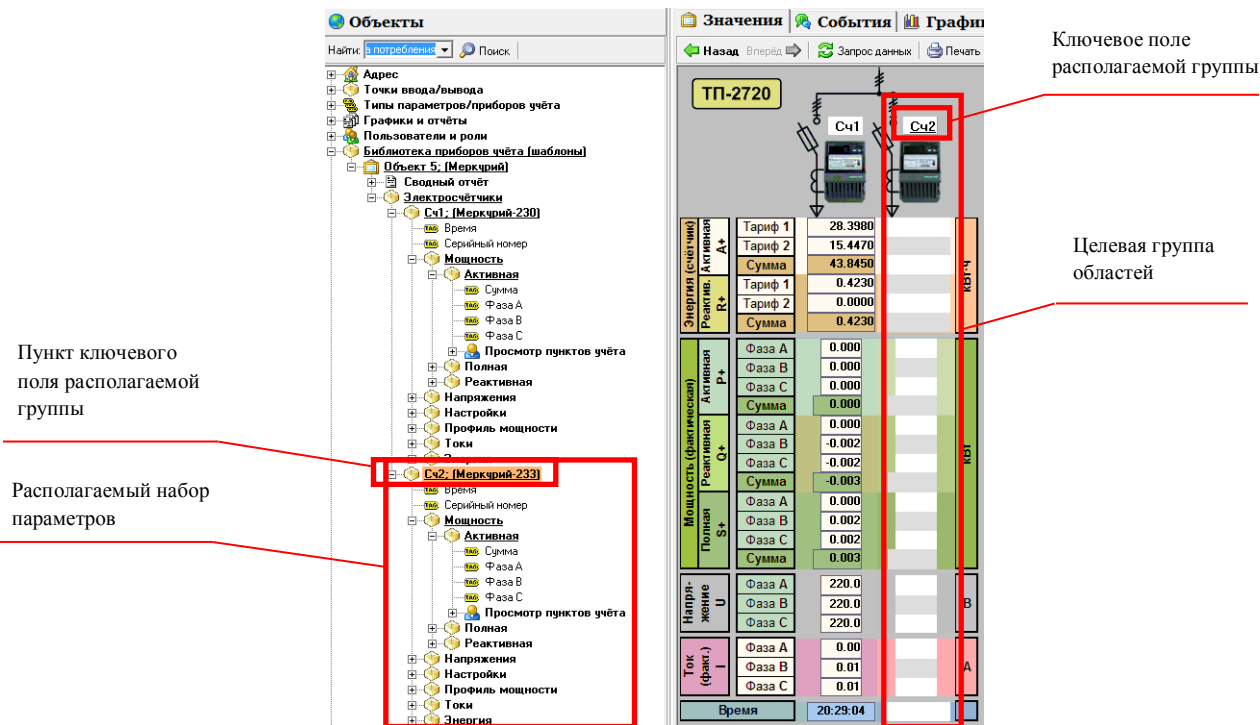
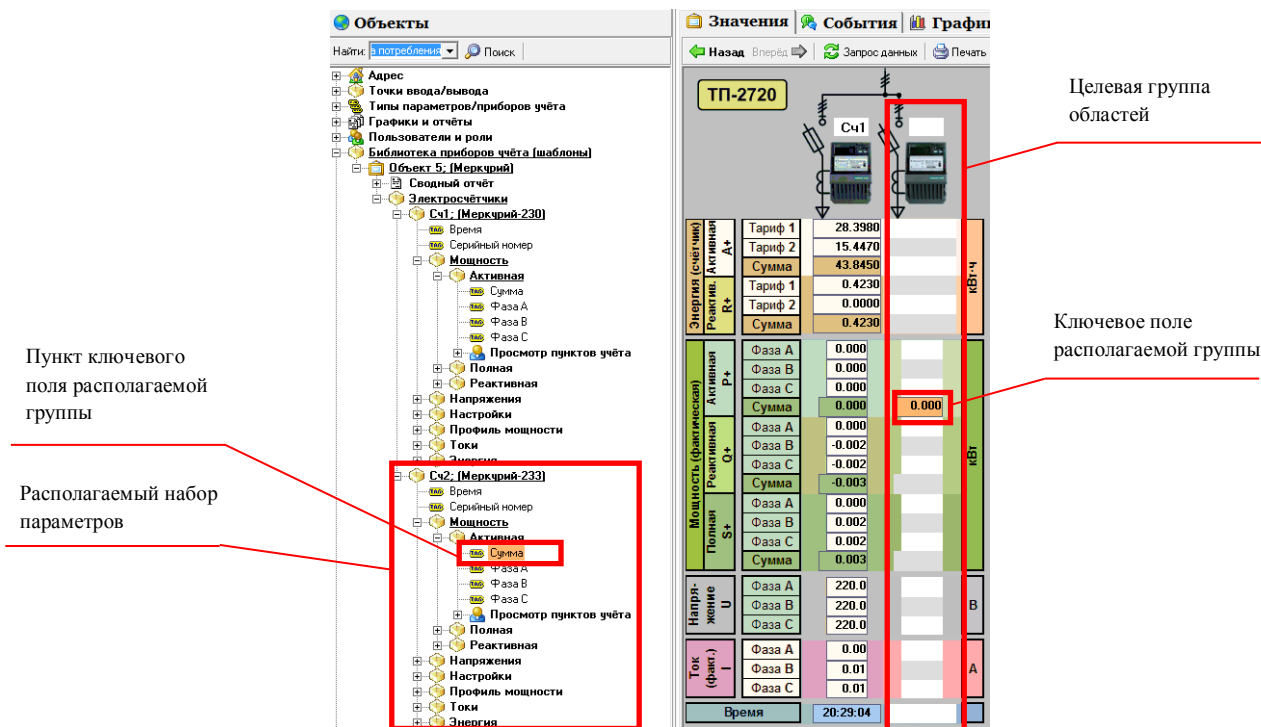
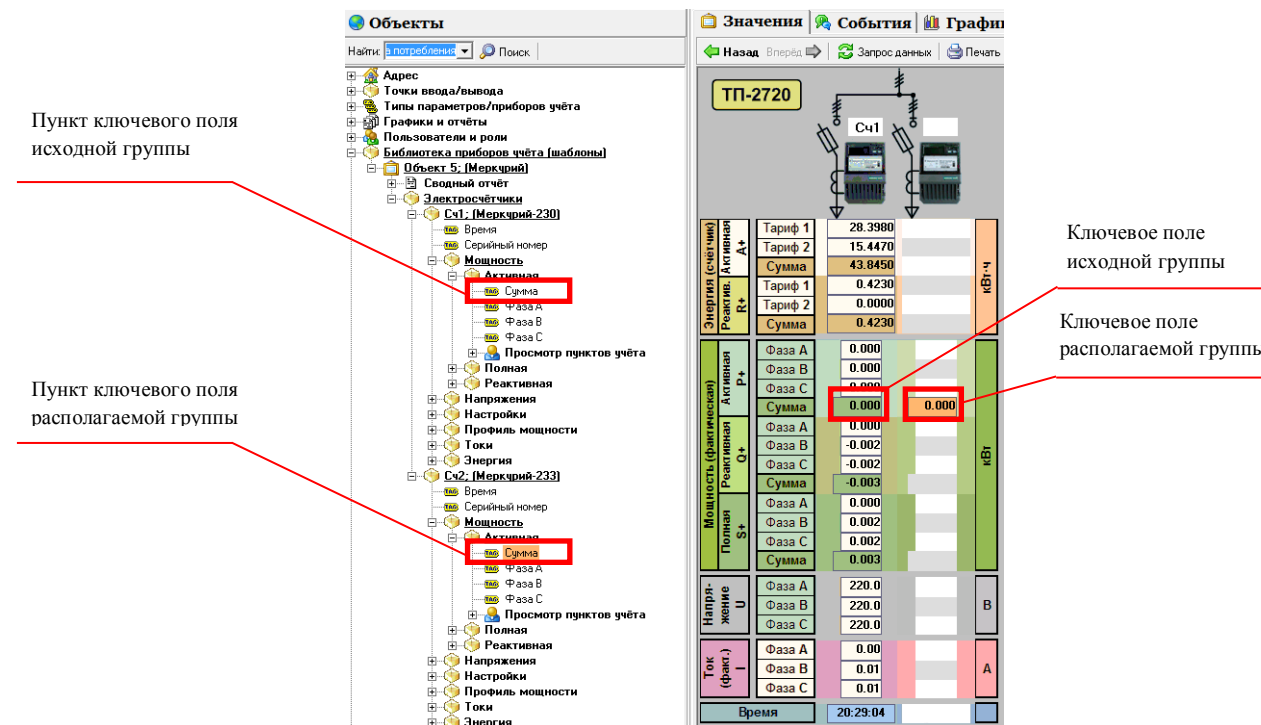

Рис. 4.58
Рис. 4.59
Рис. 4.60
- 5) в другой области (целевая группа областей) расположено минимум одно поле пункта (ключевое поле располагаемой группы) из другого (не исходного) набора параметров (располагаемая группа параметров) (рис. 4.58 [вариант 1] или рис. 4.59 [вариант 2]);
б) в исходной группе областей должно быть расположено поле параметра (**ключевое поле исходной группы**) исходного набора, соответствующее целевому пункту располагаемой группы (рис. 4.60 по примеру рис. 4.59).